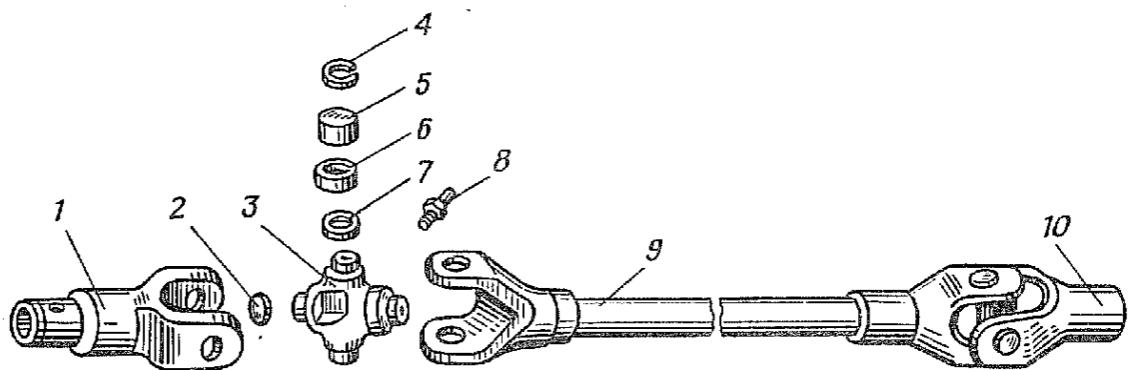

Рис. 192. Детали карданного вала рулевого управления:
1.1. Снять стопорные кольца 4 (рис. 192) игольчатых подшипников 5 нижнего конца карданного вала 9 (щипцы для стопорных колец).
1.3. Выпрессовать нижний подшипник 5 (рис. 192), снять обойму 6 сальника и сальник 7; снять струбцину (струбцина).
3.1. Ввернуть в крестовины 3 (рис. 192) масленки 8 (ключ 10).